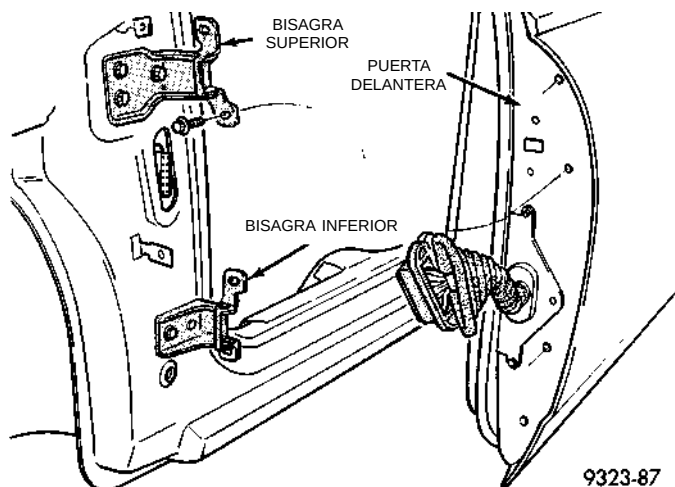

Fig. 36 Puerta y bisagra—características
- (1) Abra y apoye la puerta en un dispositivo de elevación adecuado.
- (2) Si fuera necesario, retire los pernos que sujetan la correa para limitar la apertura de la puerta al parante A inferior para tener un mejor acceso.
- (3) Para facilitar la instalación, marque la posición de la bisagra tanto en el marco del extremo de la puerta como en el parante A inferior.
- (4) Retire los pernos que sujetan la bisagra al marco del extremo de la puerta (Fig. 36).
- (5) Retire los pernos que sujetan la bisagra al parante A inferior.
- (6) Separe la bisagra de la puerta del vehículo.